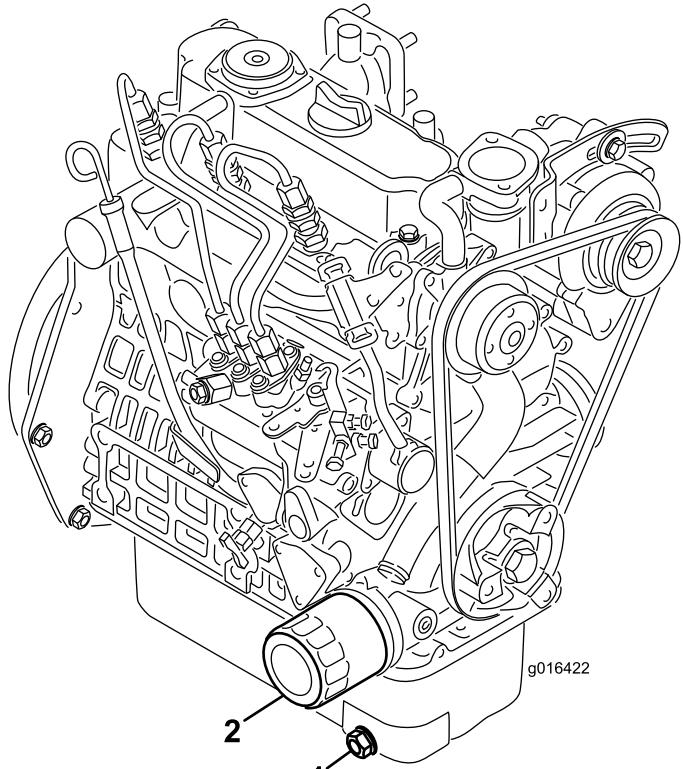

Figure 34
1. Retirez le bouchon de vidange (Figure 34) et laissez couler l'huile dans un bac de vidange. Remettez le bouchon quand la vidange est terminée.